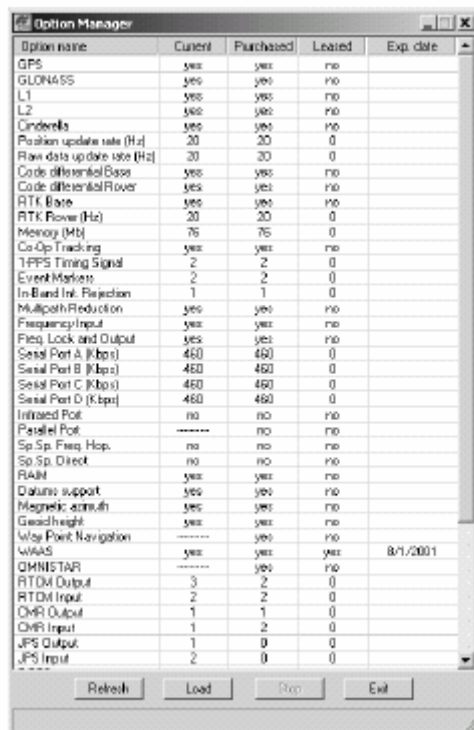

Figura 4-10. Administrador de opciones
La caja de diálogo **Gestión de Opciones** muestra (Figura 4-10) y contiene la siguiente información:
2. En la parte inferior de la pantalla **Gestión de Opciones**, haga clic en **Cargar** (ver Figura 4-10).